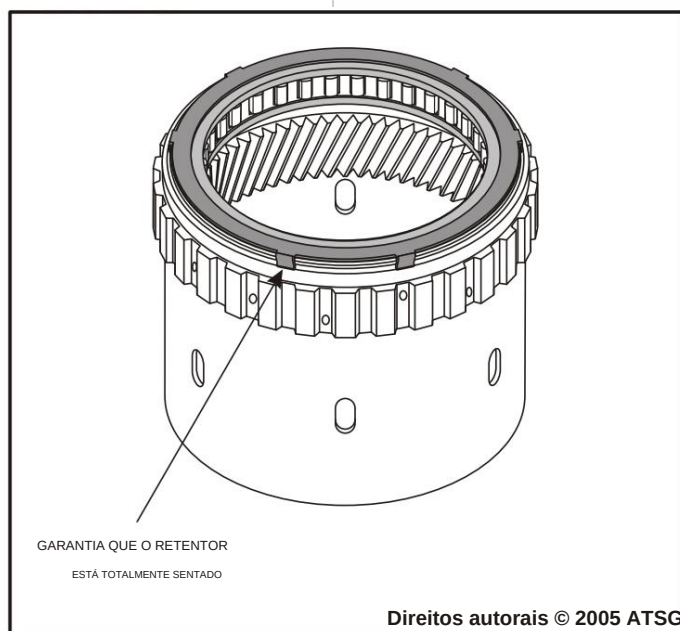

Figura 98
9. Certifique-se de que o retentor da calha inferior esteja totalmente assentado, conforme mostrado na Figura 98, e verifique-o em 360 graus completos.